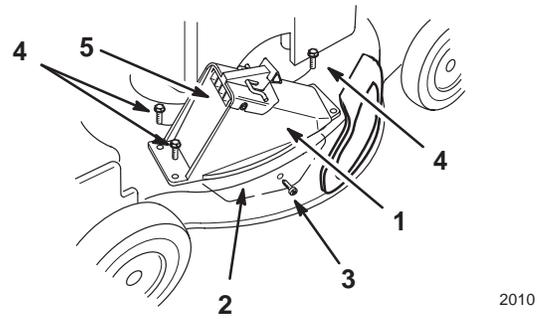

Figure 35
1. Oeillets (4)
7. Insérer la patte du conduit d'éjection dans le carter de tondeuse (Fig. 35).
8. Aligner les perforations du conduit d'éjection face aux œillets du carter de tondeuse (Fig. 35).
9. Faire correspondre la perforation de la patte du conduit et la perforation latérale du carter de tondeuse (Fig. 35).
10. Insérer la vis autotaraudeuse fournie avec le sac de ramassage dans la perforation latérale du carter de tondeuse et dans la patte, et serrer la vis partiellement (Fig. 35).
11. Fixer le conduit d'éjection au carter de tondeuse à l'aide des 3 boulons fournis avec le sac de ramassage (Fig. 35).
14. Ouvrir et fermer le volet d'éjection pour s'assurer qu'il peut se mouvoir librement (Fig. 35).